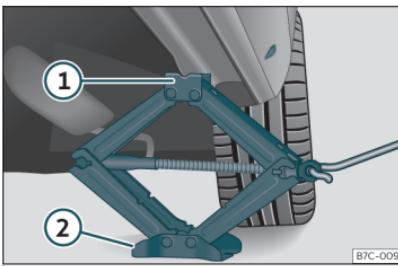

Fig. 43 Larguero: colocación del gato del vehículo.
- Gire la manivela del gato*, situado bajo el punto de apoyo del larguero, para elevarlo hasta que la pestaña ① »» **fig. 43** quede situada bajo el alojamiento previsto.
- Alinee el gato* de modo que la pestaña ① “agarre” en el alojamiento previsto del larguero y la placa base móvil ② quede apoyada en el suelo. La placa base ② debe caer en la vertical respecto al punto de apoyo ①.